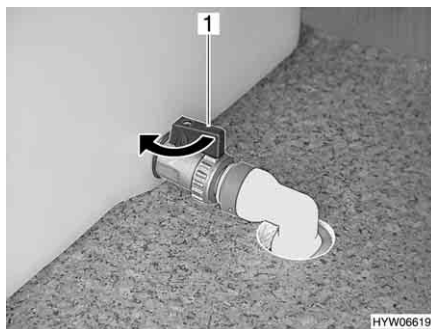

Fig. 217 Serbatoio dell'acqua, rubinetto di scarico acqua
- Chiudere il rubinetto di scarico acqua del serbatoio dell'acqua. Ruotare la leva (Fig. 217,1) nella direzione della freccia.